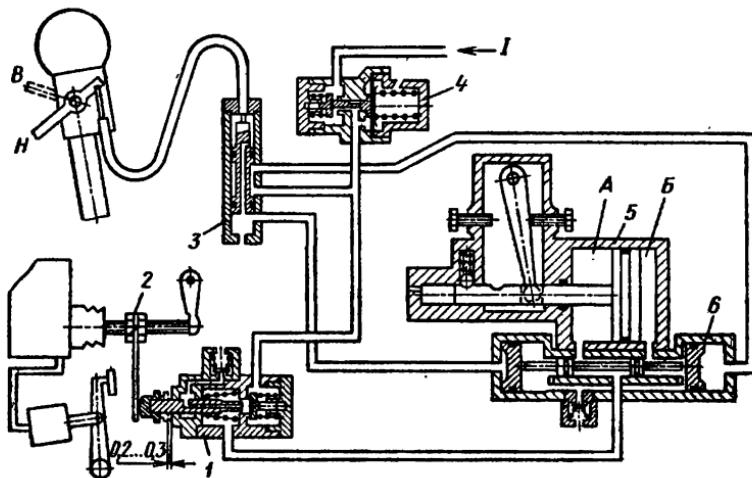

Рис. 66. Схема пневматической системы управления делителем:
Пневматическая система управления делителем (рис. 66) состоит из редукционного клапана 4, крана 3 управления, механизма 5 переключения передач делителя с воздухораспределителем 6, клапана 1 включения делителя передач, упора 2 штока клапана и воздухопроводов.
2. Установите переключатель в верхнее положение *В* (см. рис. 66).
5. Установите переключатель в нижнее положение *Н* (см. рис. 66) и вверните передний установочный винт так же, как вворачивали задний.